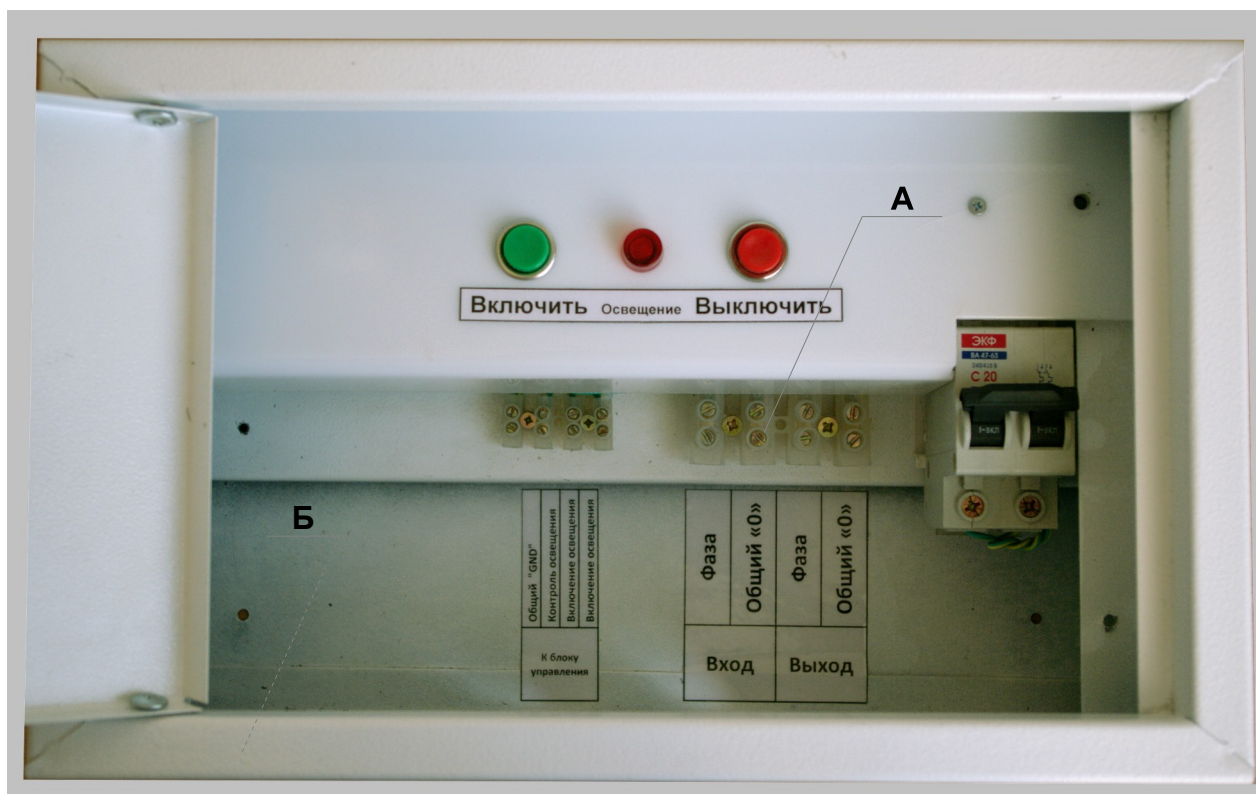

Рис. 1
4.7. Пропустить оба проводника в гофрорукав и ввести в Станцию через одно из отверстий в нижней стенке шкафа. Расключить проводники на клеммник «А» (рис. 1), на